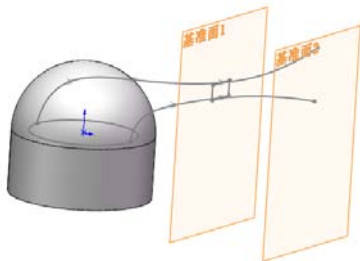

图 6-95 添加基准面后的图形
**22** 设置视图方向。单击“前导视图”工具栏中的“等轴测”图标，将视图以等轴测方向显示，结果如图 6-95 所示。